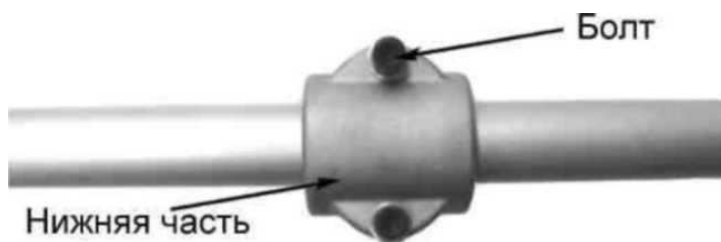

Рис. 3
- плотно затянуть болты. (рис.3)